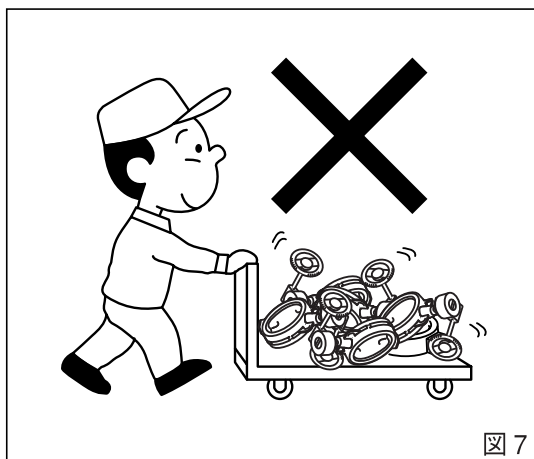

図7
- 積載時の注意：積載はできるだけ梱包状態で、輸送中に荷崩れを起こさないように積載ください。また、開梱された状態で輸送する場合は、製品に無理な力がかからないよう積載の上、必ずシートをかけ、ホコリなどを防いでください。（図7）